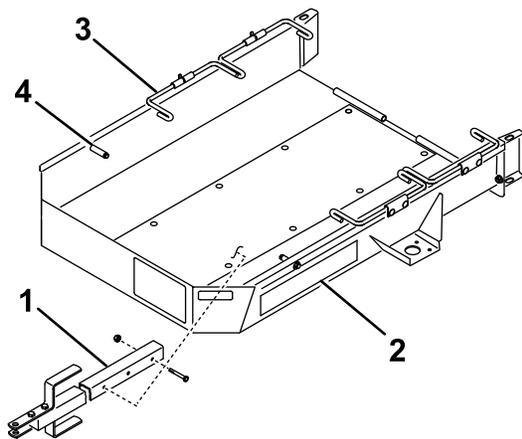

Figura 2
4. Montate il gruppo timone sulla staffa di montaggio sul lato inferiore del pianale del rimorchio con 2 bulloni ($\frac{3}{8}$ " x $2\frac{3}{4}$ ") e 2 dadi di bloccaggio (Figura 2).
4. Spostate l'acceleratore alla posizione di minima e guidate **lentamente** la macchina sul rimorchio, fino a quando le ruote di trasferimento non sono a contatto con i fermi del rimorchio (Figura 2).
6. Ruotate il primo set di aste delle ruote verso il basso, dietro le ruote di trasferimento (Figura 2).